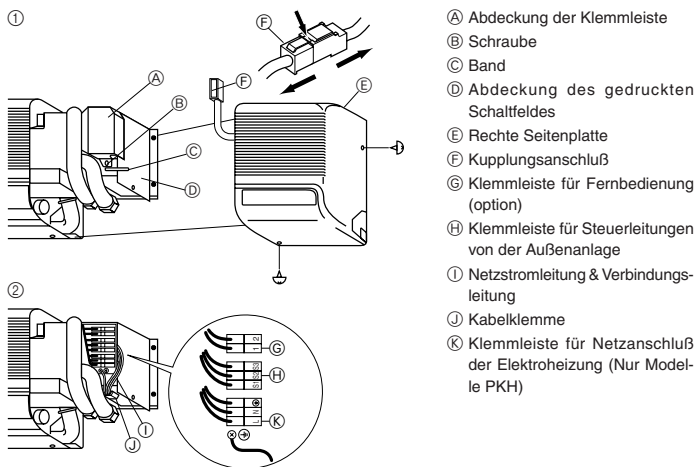

Fig. 6-1
6.1. Innenanlage (Fig. 6-1)
- ① Rechte Seitenplatte abnehmen. Dazu die Schrauben an der Unterseite und der rechten Seite entfernen. Die Sicherungsschraube der Abdeckung der Klemmleiste abschrauben und die Abdeckung abnehmen.
- ② Die Netz-Steuerleitung anschließen. (3 × 2,5 mm² 2 polar).